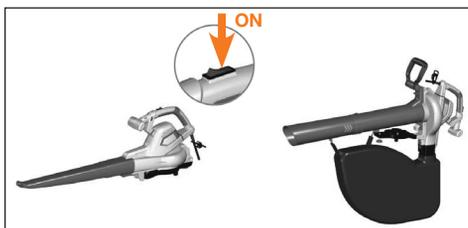

Рис. 11
- Нажмите кнопку включения в положение «I» (Рис. 11).